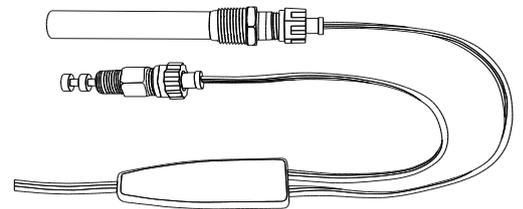

図 11. 耐候モデル(ストレートコード、Y 型ハーネスコードなどの交換部品あり)
耐候モデル(「OW」から始まる型番号のモデル)ヒーター(図 11)には、次の交換用部品があります(単体での販売)。
- Y 型ハーネスコード(サーモスタット付属タイプ: 図 11)